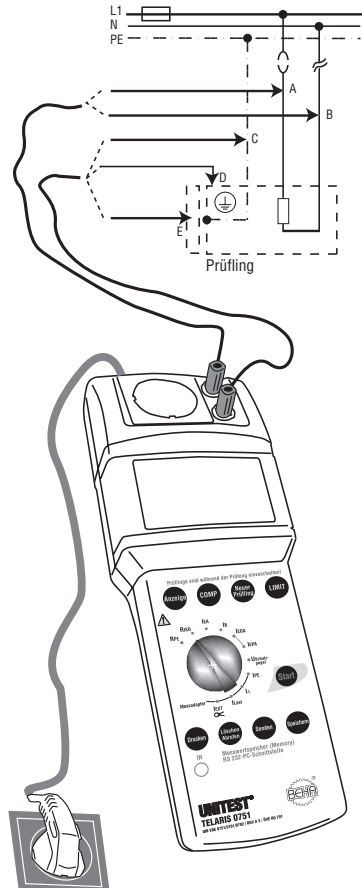

Bild 6.7: Messung des Isolationswiderstandes bei fest angeschlossenen Geräten oder Geräten ohne Netzstecker
- ▶ Schließen Sie den UNITEST TELARIS 0751 mit dem Netzanschlusstecker (1) an eine funktionsfähige und ordnungsgemäß angeschlossene Schutzkontakt-Netzsteckdose an.
- ▶ Stellen Sie den Drehschalter 'Messfunktion' (15) auf die Schalterstellung 'RISO'.
- ▶ Stellen Sie mittels der Taste LIMIT (7) den Grenzwert für den Isolationswiderstand ein, Grenzwerte siehe Tabelle 2.
- ▶ Verbinden Sie den PE-Anschluss des Prüflings mit der blauen Buchse 'PE' (5), entsprechend C in Bild 6.7.
- Bei Geräten der Schutzklasse II oder III und berührbaren leitfähigen Teilen bei Geräten der Schutzklasse I, die nicht mit dem Schutzleiter verbunden sind, verbinden Sie zusätzlich die Buchse 'PE' (5) mit allen berührbaren leitfähigen Gehäuseteilen des Prüflings entsprechend D, E in Bild 6.7.
- ▶ Verbinden Sie die Buchse 'L/N' (4) mit allen aktiven Anschlüssen des Prüflings entsprechend A, B in Bild 6.7.
- ▶ Drücken Sie die Taste „Start“ (9). Das blinkende Symbol für die Messeinheit im Display signalisiert den aktuellen Messvorgang.
- ▶ Lesen Sie den Messwert von der LC-Anzeige (6) ab. Das Symbol 'LIMIT' (21) zeigt bei eingeschalteter Grenzwertanzeige eine Unterschreitung des Grenzwertes an.
- Die Messergebnisse können durch Drücken der Taste Speichern (10) abgespeichert werden. Hinweise zu Speichern von Messwerten siehe Abschnitt 7.1 und 7.2.